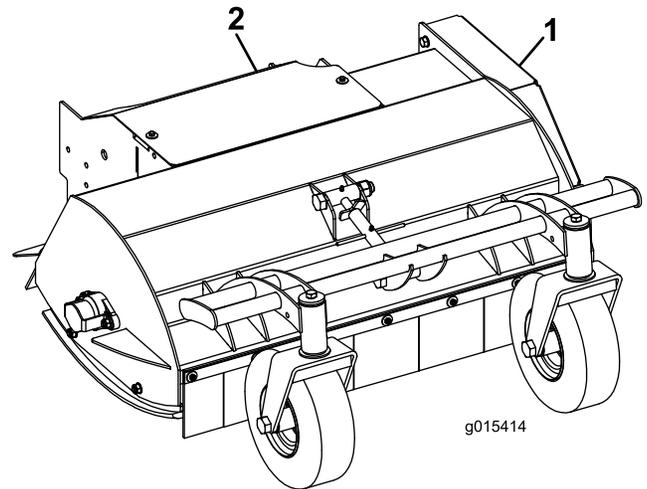

Figura 6
1. Rimuovete la protezione superiore (Figura 6).
5. Montate la protezione superiore (Figura 6).